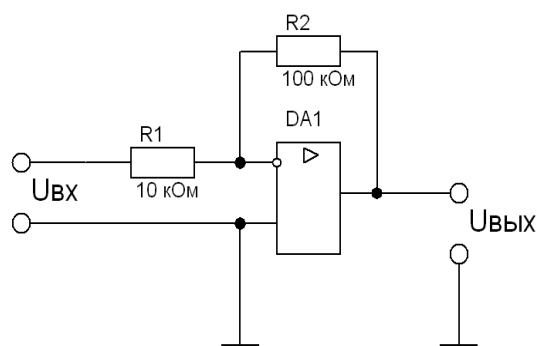

Рис.8
**Вопрос 17.** Определить коэффициент усиления схемы на операционном усилителе изображенной на рис.8 ?
**Вопрос 18.** Какими из приведенных свойств обладает усилитель на рис.8 ? (Указать неправильный ответ.)